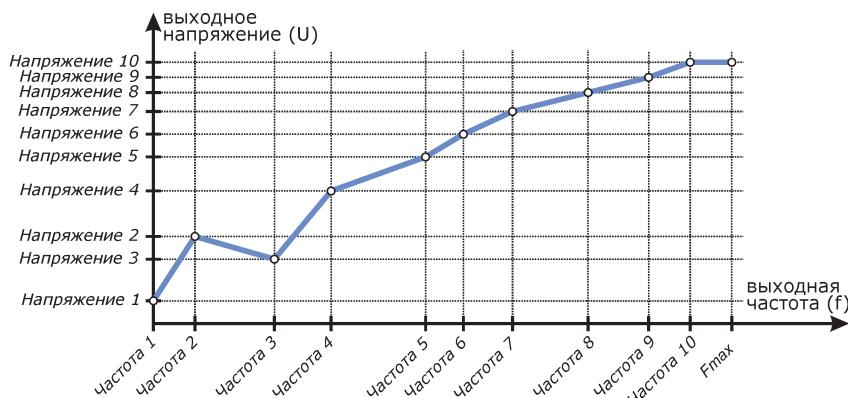

Рисунок 4.5 - Пример пользовательской характеристики U/f
- **кривая пользователя** - произвольная зависимость напряжения от частоты, задаваемая пользователем по 10 точкам (см. рисунок 4.5).
п.3.1.3.4 Хар-ка пользователя – настройка пользовательской характеристики U/f . Характеристика задается пользователем по 10 точкам (см. рисунок 4.5). Для каждой точки могут быть произвольно настроены значение частоты и напряжения при этой частоте. Для точки 0 установлена фиксированная частота 0 Гц.